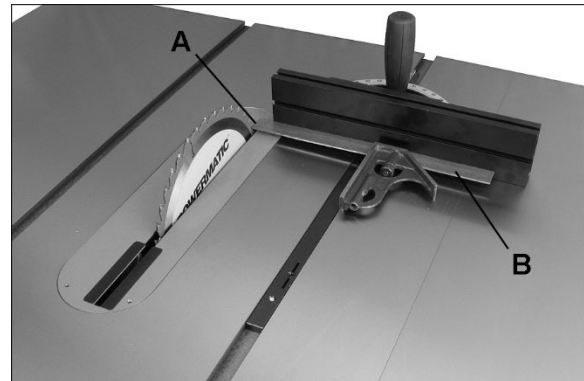

Figure 8-10
Voir les Figures 8-10 et 8-11.
3. Marquez une dent (A, Figure 8-10) avec un crayon gras, et placez la dent légèrement au-dessus du bord supérieur du banc à l'avant.
4. Soulevez légèrement la jauge à onglets hors de sa fente pour servir d'épaulement. En utilisant une équerre-trusquin (B) contre le côté de la barre, faites glisser l'échelle jusqu'à ce qu'elle touche le bout de la lame et verrouillez-la dans sa position.